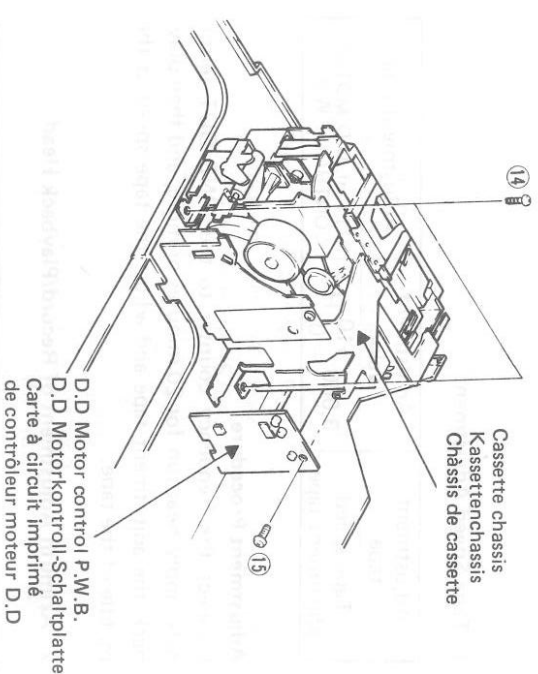

Fig. 5 Abb. 5
- (5) **Cassette chassis (Fig. 5)**
- (1) **D.D Motor control P.W.B. (Fig. 5)**
- (5) **Kassettenchassis (Abb. 5)**
- (1) **D.D-Motorkontroll-Schaltplatte (Abb. 5)**
- (5) **Chassis de cassette (Fig. 5)**
- (1) **Carte à circuit imprimé de contrôleur moteur D.D. (Fig. 5)**